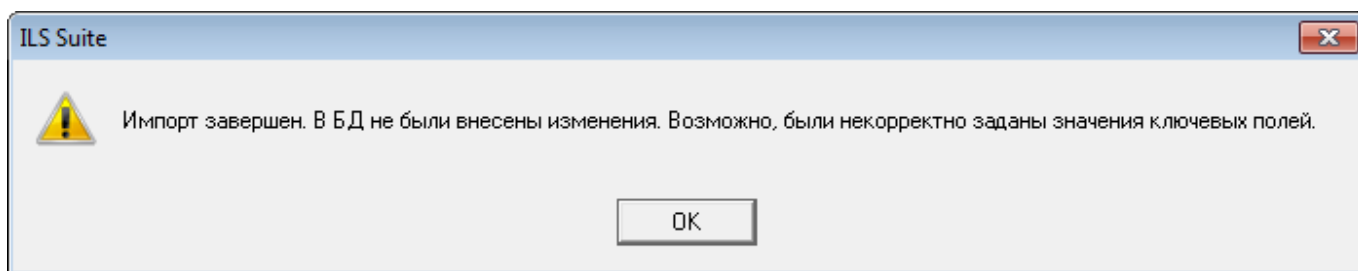

Рис. 13-500 – Информационное сообщение
9) Для выполнения процедуры импорта нажать кнопку «Импорт». После его завершения откроется информационное окно, представленное на рис. 13-500.